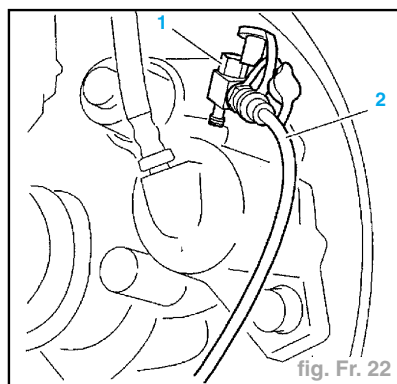

fig. Fr. 22
- Remplacer la vis de purge de l'étrier avant par le capteur de pression (1), filetage M8 (fig. Fr. 22).
- Raccorder le manomètre avant de l'appareil, flexible court (2) au capteur de pression (1).